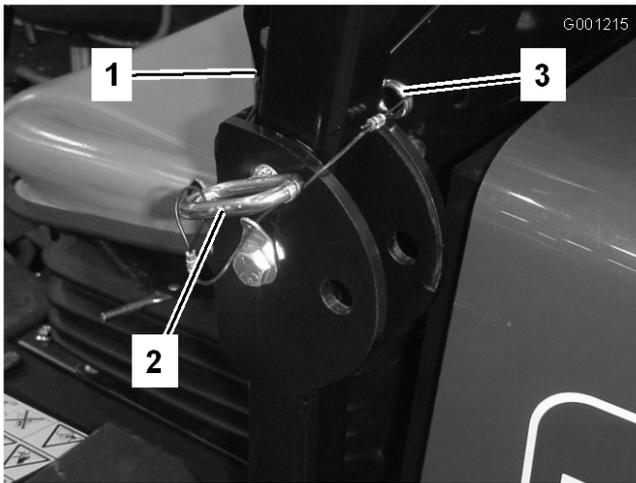

図 29
1. ROPS を下げるには、機体の左右でヘアピン・コッターを抜き、ピンを外す(図 29)。
3. ピンとヘアピン・コッターで固定する (図 29)。
4. ROPS を立てるには、機体の左右でヘアピン・コッターを抜き、ピンを外す (図 29)。
5. ROPS をまっすぐに立ててピンで固定し、ヘアピン・コッターでロックする (図 29)。